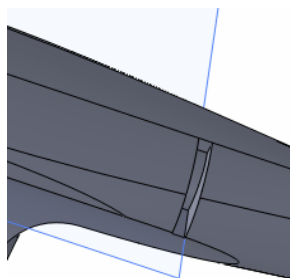

图 15-54 创建旋转切除特征
(8) 退出草图绘制环境, 弹出【切除-旋转】属性管理器, 设置【角度】为 90, 单击【反向】和【确定】按钮, 即可创建旋转切除, 如图 15-54 所示。